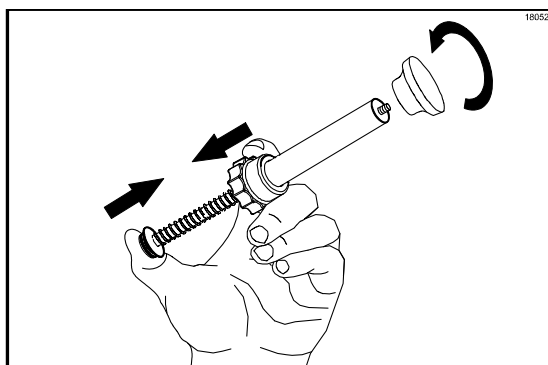

Abbildung 73
4. Zum Abnehmen des Knaufs die Mutter festhalten und die Feder durch Drücken auf das Kolbenende zusammendrücken. Den Knauf nach links drehen. (Siehe Abbildung 73.)